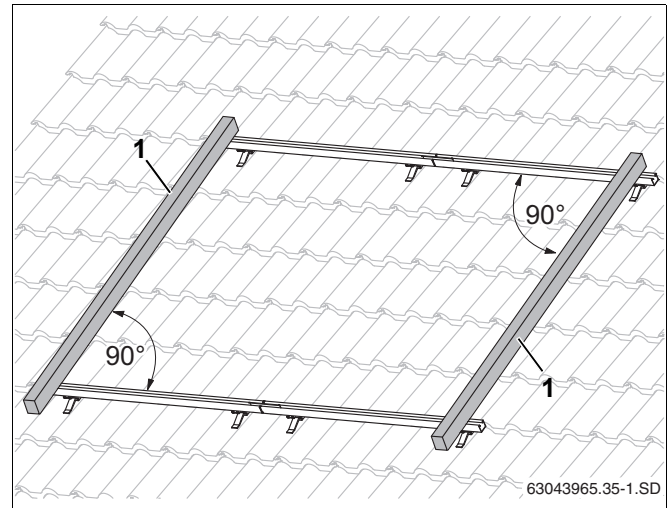

Рис. 33 Выравнивание профильных реек
- Выровняйте верхние и нижние профильные рейки относительно друг друга по краям в горизонтальной плоскости (рис. 33, используйте уровень).
Измерьте диагонали или положите планку (рис. 33, **поз. 1**) на концы профильных реек. Угол между планкой и профильной рейкой должен составлять 90° . Выровняйте профильные рейки в продольных отверстиях.